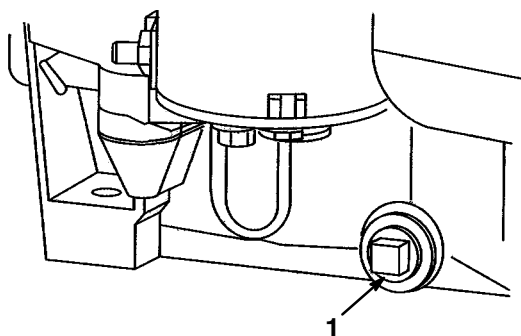

Abbildung 32
4. Eine Schale unter Ölpeilstab-/Einfüllrohr stellen und die Ablassschraube entfernen (Abb. 32).